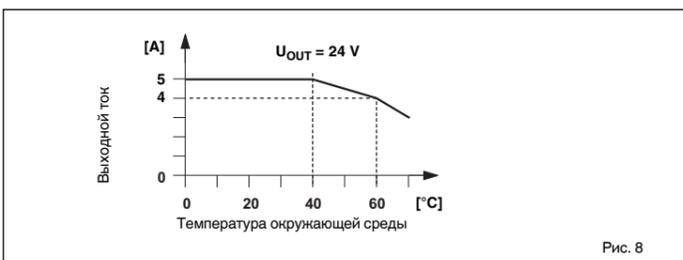

Рис. 8
**5.3. Изменение параметров в зависимости от температуры (рис. 8)**